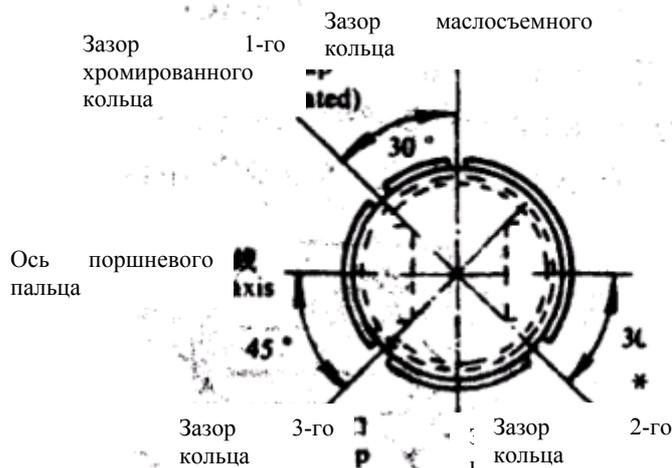

Рис. 24 Кольца со ступенчатым расположением зазоров
- (1) Проворачивайте маховое колесо до тех пор, пока большой конец соединительного штока не достигнет смотрового отверстия в картере двигателя.
- (2) Раздвиньте пружинящую разрезную шайбу отверткой.
- (3) Отверните болты соединительного штока специальным ключом.
- (4) Будьте осторожны, чтобы не повредить разъемный подшипник во время демонтажа крышки соединительного штока.
- (5) Медленно проворачивайте маховое колесо, пока поршень не достигнет ВМТ (верхней мертвой точки). Затем вытолкните поршень и соединительный шток деревянной палкой. В последующем при установке зазоры поршневых колец должны быть расположены в ступенчатом порядке, как показано на рис. 24.